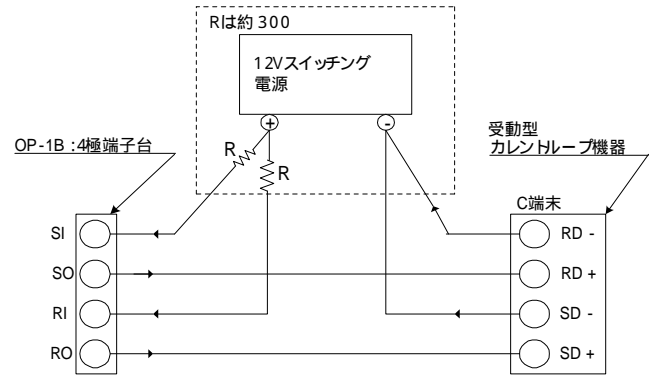

図3: シミュレーション動作時
##### (2)シミュレーション動作時 (図3)
- ・OP-1Bは受動型のため、カレントループ回線の電流を供給できません。回線が電流源を持たない場合、適当な直流電流を外部より供給してください。(図3破線部)